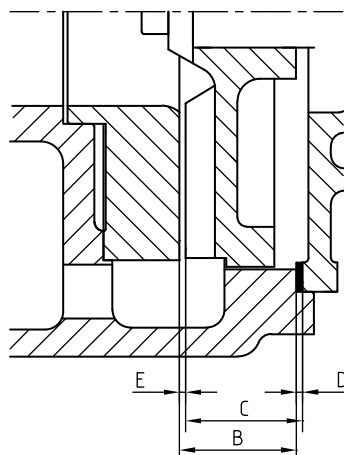

Figura 13: Jocul dintre rotor și placa de uzură
- 3 Măsurați distanța B dintre placa de uzură și carcasa pompei, a se vedea figura 13.
- 4 Măsurați distanța C dintre rotor și capacul intermediar, a se vedea figura 13.